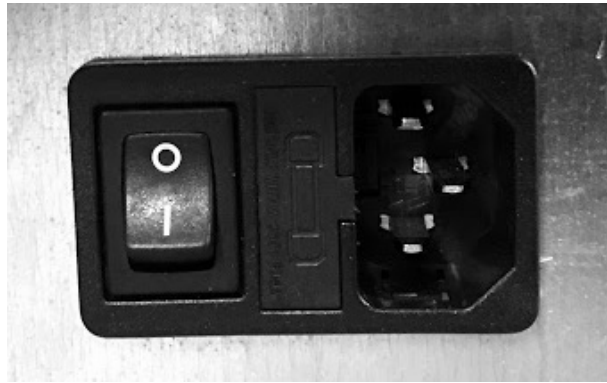

Fig. 24 - Elektrische Steckdose mit Hauptschalter
- Das Netzkabel zuerst an der Rückseite des Ofens anschließen (siehe **Fig. 24**) und dann an einer elektrischen Steckdose an der Wand.
- Der Hauptschalter 0/I (siehe **Fig. 24**) wird nur betätigt, um den Ofen einzuschalten, ansonsten sollte er ausgeschaltet sein.